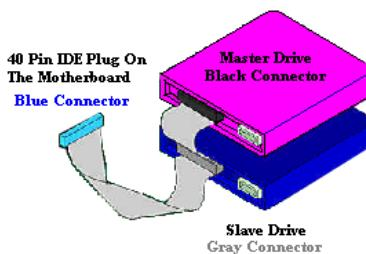

図 2-10. ATA/66 ケーブルの接続方法
- 黒いコネクタをマスター HDD のプラグに差し込みます。次にグレイのコネクタをスレーブドライブ(セカンドリ HDD、CD-ROM、テープドライブなど)のプラグに差し込みます。図 2-10 を参照してください。